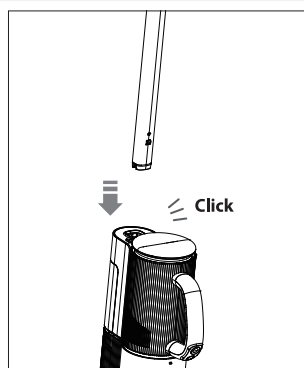

Fig. 5 – Monter la poignée
- ▶ Poussez la poignée jusqu'en butée dans le corps de l'appareil jusqu'à ce qu'elle s'enclenche de manière audible. La poignée doit être bien fixée dans l'appareil (voir Fig. 5).